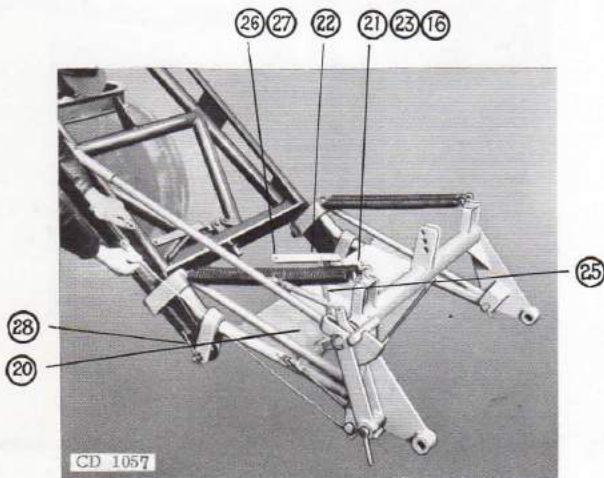

Fig. 38 - Rallonge du dispositif parallèle.
Monter la rallonge (20) sur les bras de levage au moyen de broches et de goupilles à anneau du type normalement utilisé pour le montage des équipements du chargeur frontal FC 55 (fig. 38).